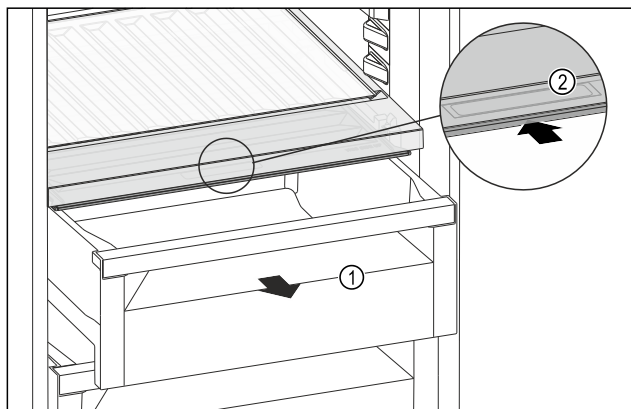

Fig. 123
- ▶ 拉出抽屉 Fig. 123 (1)。
- ▶ 抓住抽屉盖上的内嵌式拉手 Fig. 123 (2)，并同时向后推入抽屉盖。